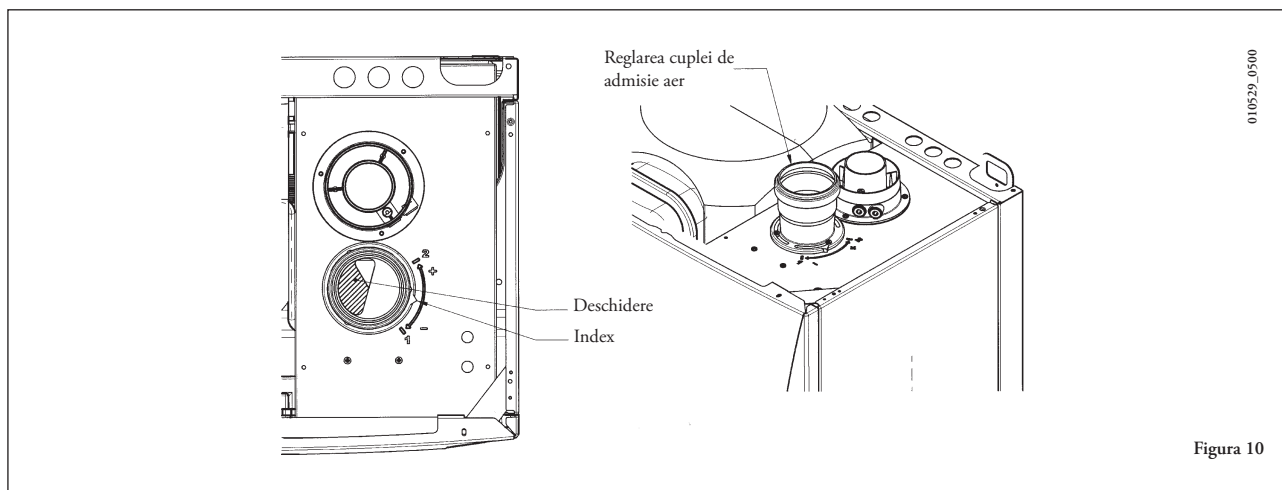

Figura 10
- deșurubați capacul pentru a ajunge la cablaje (Figura 10).